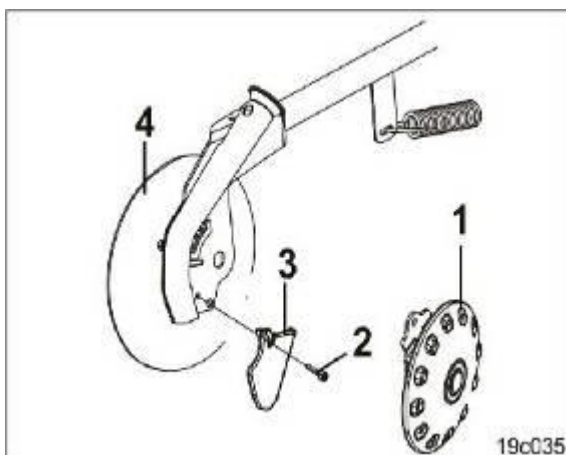

Рис.97
1. Снимите пластиковый диск (Рис. 97/1) (см. гл. "Регулировка пластиковых дисков").
2. Открутите винт с цилиндрической головкой (Рис. 97/2) (момент затяжки винта 30-35 Нм).
3. Замените изношенный наконечник (Рис. 97/3) и установите новый в обратной последовательности.